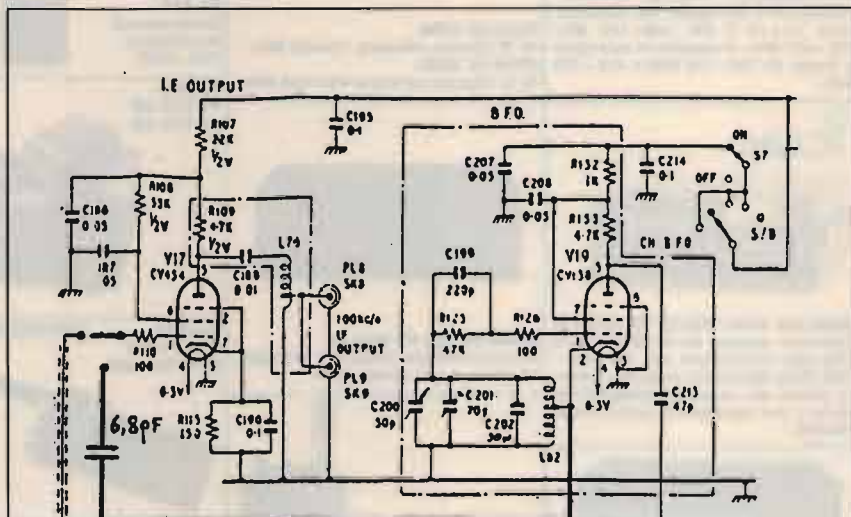

figura 2
3) FREQUENZA DEL BFO: con il solito RG174 si è prelevata questa frequenza dal catodo della valvola oscillatrice V19 (per evitare il noioso lavoro di smontaggio e dissaldatura del telaio del BFO, l'estremità del cavetto è stata inserita direttamente nello zoccolo della valvola assieme al piedino del catodo). Tramite un condensatore ceramico da 6,8 pF il cavetto viene collegato alla griglia di V17, che è la valvola che porta all'esterno il segnale di media frequenza a 100 kHz; al relativo connettore sul retro (PL8 o PL9) è così disponibile il segnale del BFO, disaccoppiato dall'oscillatore, amplificato e a bassa impedenza (75 ohm). Un semplice deviatore a levetta consente di commutare la griglia di V17 tra la posizione originale e l'uscita aggiunta del BFO, permettendo così di avere all'esterno sia quest'ultimo segnale che quello di media frequenza (figura 2). Tale deviatore è stato fissato in un foro praticato sul retro, subito sotto i connettori PL8 e PL9.